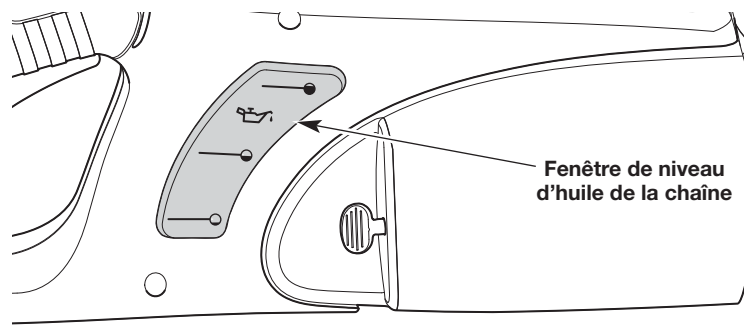

Fig. 20
2. Regardez dans la fenêtre de niveau d'huile de la chaîne, utiliser une lampe de poche si nécessaire. Le niveau d'huile doit remplir la fenêtre au moins à mi-chemin (Fig. 20). Si le niveau d'huile est trop bas, ajouter de l'huile à guide et chaîne. Se reporter à la section *Remplissage du réservoir d'huile de la chaîne*.